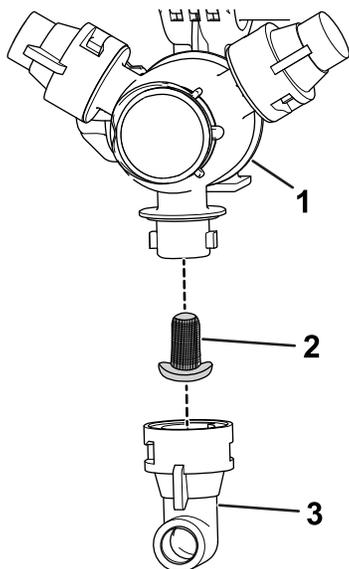

図 62
2. タレットからノズルを外す 図 62。
3. 古いノズルフィルタ 図 62 を外す。
4. 新しいノズルフィルタを取り付ける 図 62。
5. タレットにノズルを取り付ける 図 62。